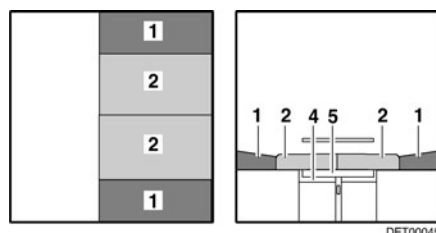

Fig. 104 Après la transformation
- Tirer les coussins d'assise (Fig. 104,2) vers le centre.
- Placer les coussins de dossier (Fig. 104,1) entre les coussins d'assise et la cloison.
- ▷ Suivant le modèle, il faut installer un coussin supplémentaire à la place du second coussin de dossier (Fig. 104,1).